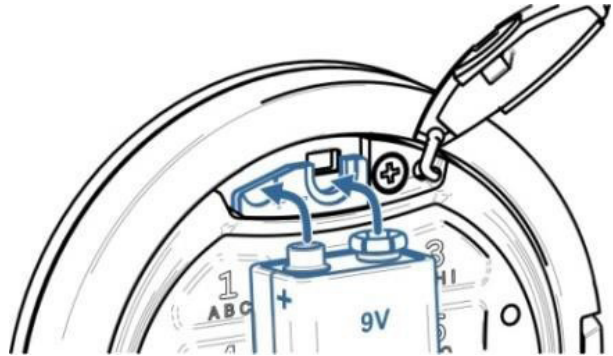

Fig. 7.3
- Haga presión con la pila nueva sobre los pines de alimentación de emergencia y fíjela en esta posición (véase Fig.7.3).